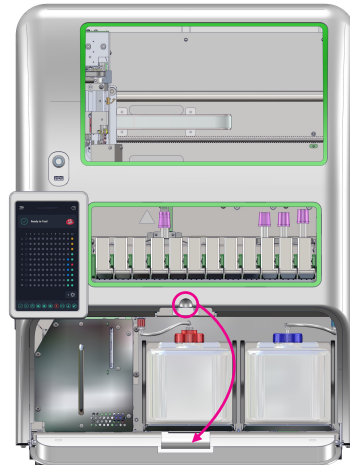

Рисунок 54
1. Откройте переднюю крышку, чтобы получить доступ к отсеку для емкостей (рис. 54).